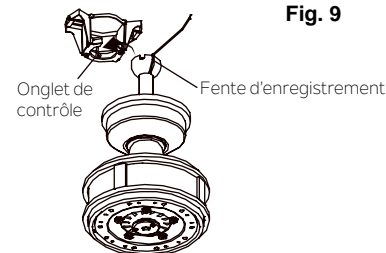

Fig. 10
Étape 6. Soulever maintenant le corps du moteur en position et placer la boule de suspension dans le support de suspension. Tourner jusqu'à ce que la « l'onglet contrôle » tombe dans la « fente d'enregistrement » et s'insère fermement. (Fig.10) Le corps entier du moteur ne doit pas tourner si cela est fait correctement.